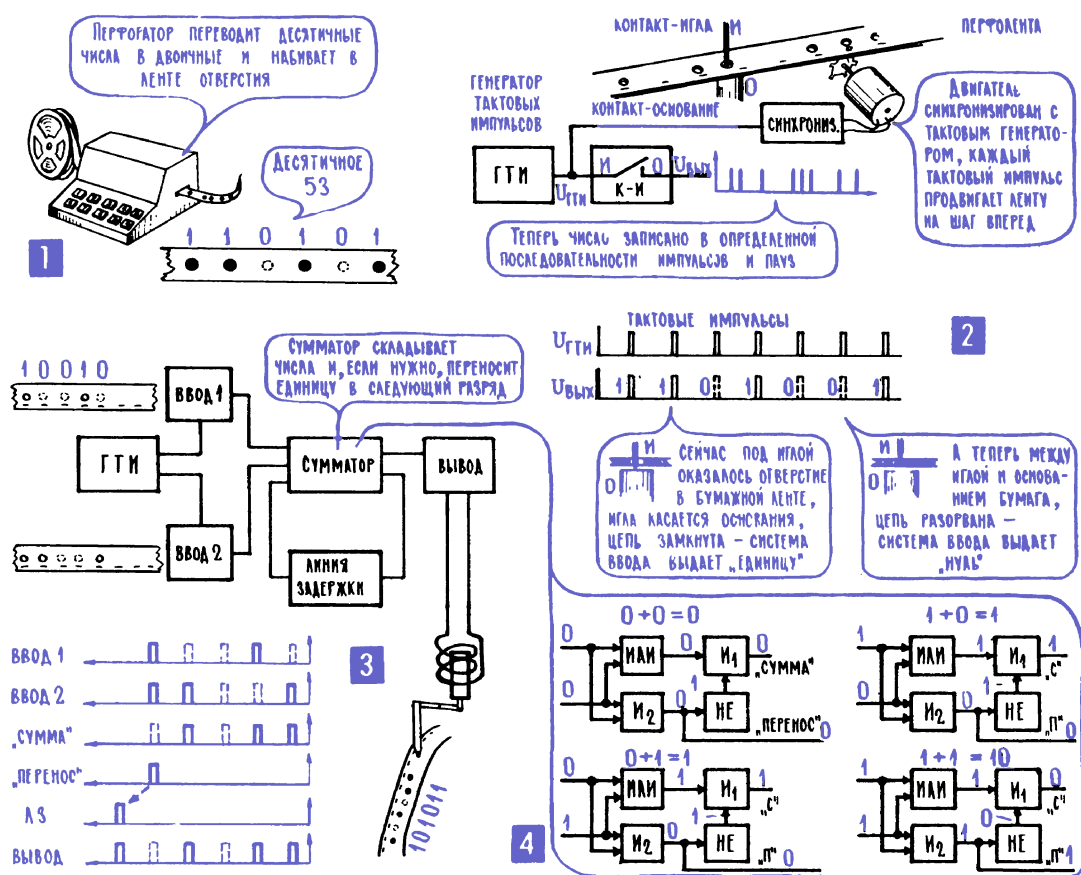

Рис. 16.3. Обработка двоичных цифр в электронной вычислительной машине
На рис. 16.3; 1, 2 показан процесс ввода в простейшую условную машину некоторого числа. Все начинается с того, что оператор, получив десятичные числа, которые нужно сложить, превращает их в двоичные числа, которые переносят на бумажную ленту, определенным образом пробивая в ней отверстия. Получается перфорированная, то есть дырчатая, лента, а сокращенно – перфолента; дырка в ней соответствует «единице», а отсутствие дырки, точнее ее пропуск, соответствует «нулю». Все это внешне делается очень просто: оператор нажимает клавиши перфоратора, набирая заданное десятичное число, а из аппарата сразу же выходит перфолента с дырками и пропусками, которые соответствуют нужному двоичному числу.
Теперь нужно с перфоленты ввести число в машину, превратить его из определенной последовательности отверстий в такую же последовательность уровней напряжения. Эту задачу выполняет устройство ввода, используя в качестве сырья тактовые импульсы. В нашем устройстве ввода есть игольчатый контакт, который, замыкаясь, открывает дорогу току. Контакт этот, как видно по рис. 16.3; 2, замкнут только в том случае, когда под иглой оказывается отверстие в перфоленте. Поэтому последовательность импульсов и пауз в точности повторяет последовательность дырок и пропусков в перфоленте, то есть отображает двоичное число, которое как раз и нужно было ввести в машину, протягивая ленту.
4. Электронная схема «сумматор», манипулируя электрическими сигналами, может выполнять сложение двоичных чисел. Ввод чисел в машину, превращение их в комбинации электрических импульсов, конечно, не самоцель. С числами нужно работать, производить с ними различные математические операции. И сейчас мы посмотрим, как можно произвести одну из них – сложение. Чтобы сразу же не утонуть в подробностях, сделаем то, что реально никогда не делается: пристроим к ЭВМ сразу два устройства ввода (рис. 16.3; 3) и через каждое из них введем в машину одно из двух слагаемых. Причем ввод начнем одновременно, как по выстрелу стартового пистолета. И начнем вводить числа с конца, с последнего раз-
ма ИЛИ: в первом случае на ее выходе не было бы сигнала, а во втором и третьем на выходе появлялся бы высокий уровень. И это как раз соответствовало бы известным правилам сложения $0 + 0 = 0$; $1 + 0 = 1$ и $0 + 1 = 1$. Что же касается четвертого сочетания слагаемых, $1 + 1$, то схема ИЛИ, конечно, не годится: под действием двух одновременных «единиц» на ее входах она дает «единицу» на выходе, то есть выполняет операцию $1 + 1 = 1$. А нам нужно, чтобы получилось $1 + 1 = 0$ с переносом «единицы» в следующий разряд (рис. 16.3; 3).
Вот этот перенос «единицы» в следующий разряд оказывается довольно сложной задачей. И решается она с помощью нескольких логических элементов, собранных по схеме рис. 16.3; 4.
Оба слагаемых подаются не только на ИЛИ, но одновременно еще и на элемент I_2 , а с него сигнал поступает как раз на интересующий нас элемент НЕ. На рис. 16.3; 4 показаны все возможные варианты суммирования двух одноразрядных чисел. В первых трех случаях $0 + 0$, $1 + 0$ и $0 + 1$ элемент I_2 не срабатывает, так как на его входе нет необходимых для этого двух – именно двух и только двух! – одновременных «единиц». А значит, в этих случаях с I_2 на элемент НЕ ничего не поступает, этот элемент не срабатывает, и на его выходе действует нормальное выходное напряжение. Не забывайте, что элемент НЕ делает все наоборот: сигнал на его выходе существует, когда на вход элемента ничего не подается (рис. 15.4; 5). А когда на вход сигнал подается – на выходе элемента НЕ сигнал исчезает. В итоге получается:
Второе. В нашей условной машине (рис. 16.3) «единицы» и «нули» какого-либо числа, так же как «единицы» и «нули» адресов и команд, шли последовательно, друг за другом, напоминая короткие пулеметные очереди. Но во всех современных машинах это, скорее, залпы из много-